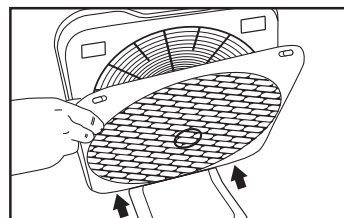

Fig. 13
7. Sostenga la parte inferior de la placa de la rejilla en su lugar y empuje la parte superior hacia la unidad hasta que las lengüetas de liberación de la parte superior de la rejilla vuelvan a su lugar con un clic. Vea la Fig. 13.